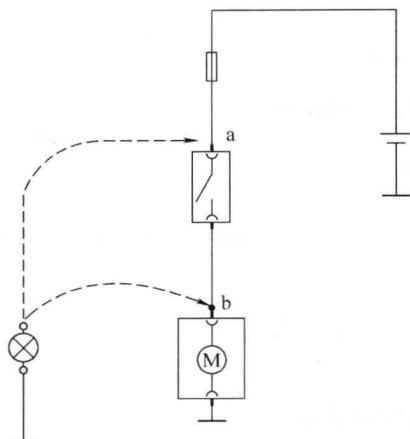

图 1-5 用测试灯法查找断路位置
(3) 用测试灯法查找断路位置 将测试灯的一根引线接地，另一根引线连接到开关插接器电源侧端子上，如图 1-5 中 a 点位置，测试灯应点亮，然后将测试灯连接到电动机插接器上即图中 b 点位置。若将开关打开，测试灯不应点亮；若将开关闭合，测试灯应点亮。否则开关或开关到电动机插接器之间的线路断路。